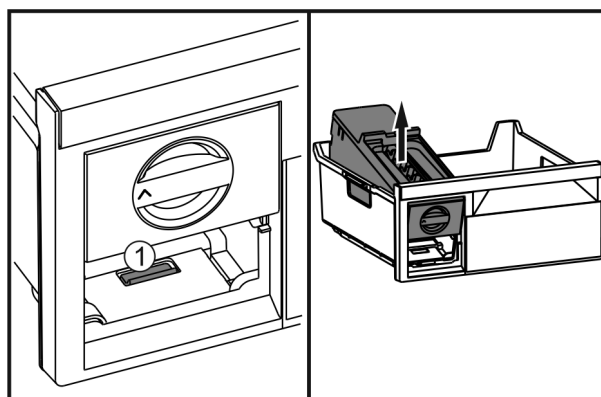

Fig. 63
- ▶ Lip Fig. 63 (1) indrukken, EasyTwist-Ice van achter optillen en uit de vrieslade nemen.